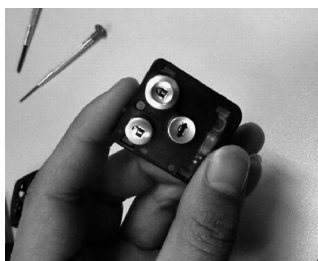

图 11-15 合紧遥控器电池槽
- 5) 用手将按键与遥控器电池槽合紧，如图 11-15 所示。